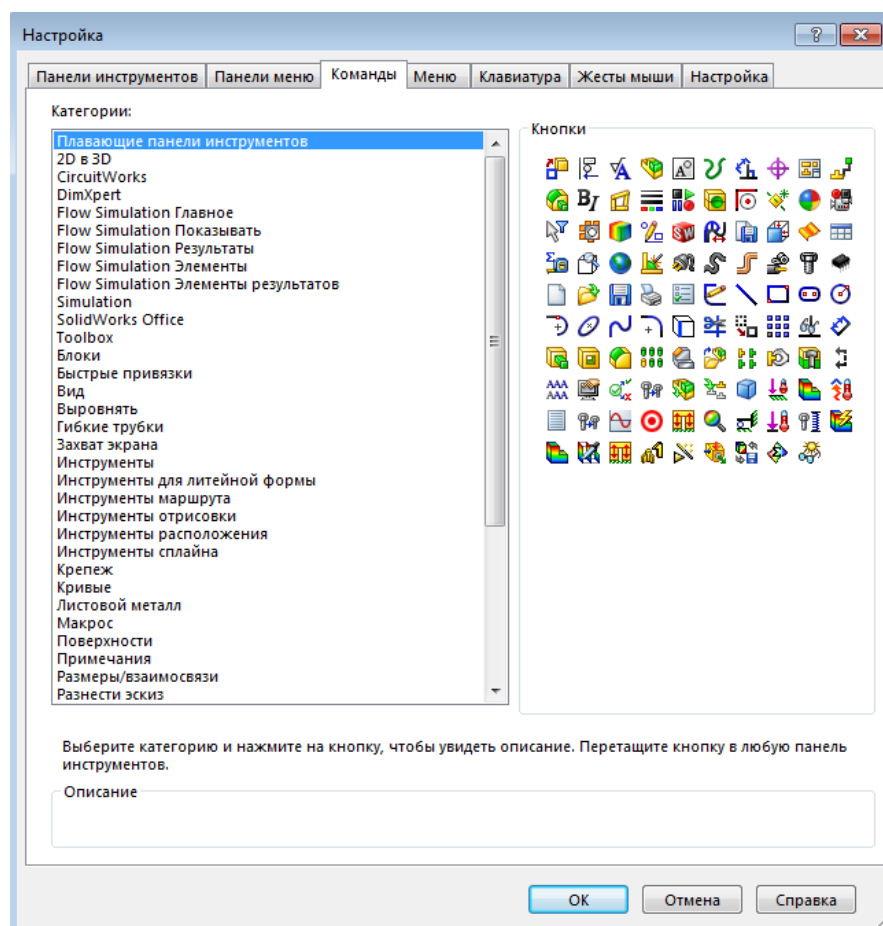

Рисунок 1.3 – Діалогове вікно «**Налаштування**»
2. Натиснути на вкладку «**Команди**» (рисунок 1.3).